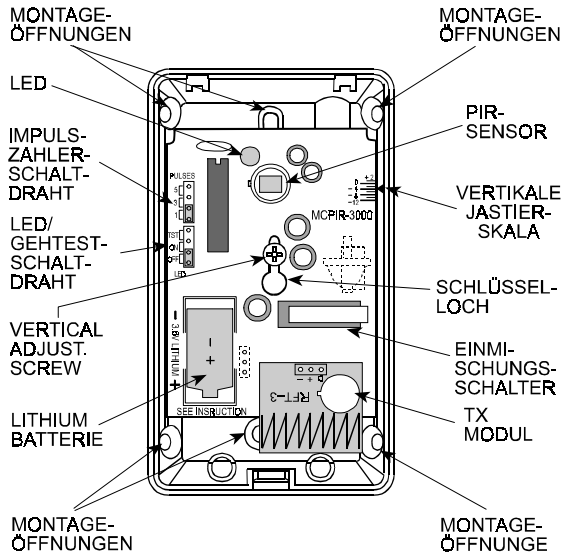

Abb. 3. Anordnung der Bestandteile
- A. Setzen Sie die Batterie in den Batterie-Clip ein- beachten Sie die Polarität (siehe Abb. 3).
**Zu beachten:** Zur Montage an der Wandoberfläche benutzen Sie die zwei länglichen Öffnungen in der Mitte des Bodens. Zur Montage in der Ecke benutzen Sie zwei schräg gegenüberliegende Montageöffnungen an den angewinkelten Seiten de Bodens (siehe Abb. 3).